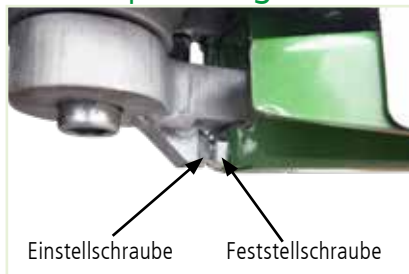

Abb. 13
- Die Schmierung aller Kugellager 24.0 (Abb. 13) prüfen, gegebenenfalls schmieren